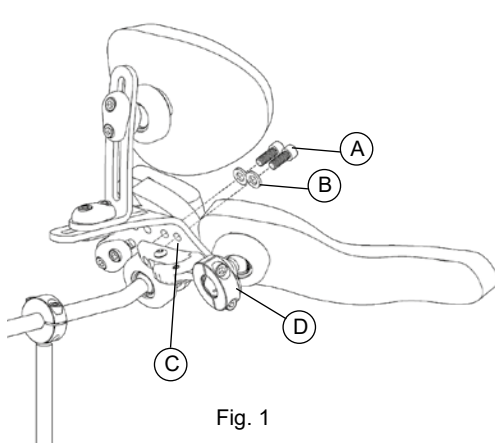

Fig. 1
1. Bevestig de zwenkbare laterale beugel(s) (Fig. 1, D) aan de interfaceplaat van de PLUSH laterale steun (Fig. 1, C) door middel van bouten (Fig. 1, A) en ringen (Fig. 1, B).
1. Bevestig de zwenkbare laterale beugel(s) (Fig. 1, D) aan S.O.F.T. basisplaat opbouw (Fig. 1, C) door middel van bouten (Fig. 1, A) en ringen (Fig. 1, B). Draai de bouten stevig aan.